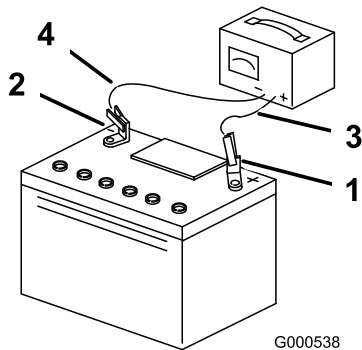

**Figure 49**
3. Quand la batterie est chargée au maximum, débranchez le chargeur de la prise, puis débranchez les fils du chargeur des bornes de la batterie (Figure 49).